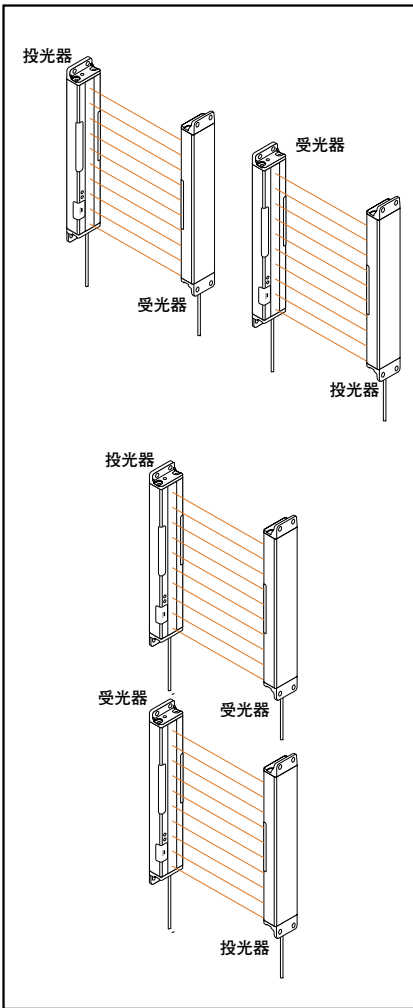

Fig.2 設置方法：相互干渉を防止するよう投受光器を交互に設置
- Fig.2に示すように、投光器と受光器を交互に設置する。